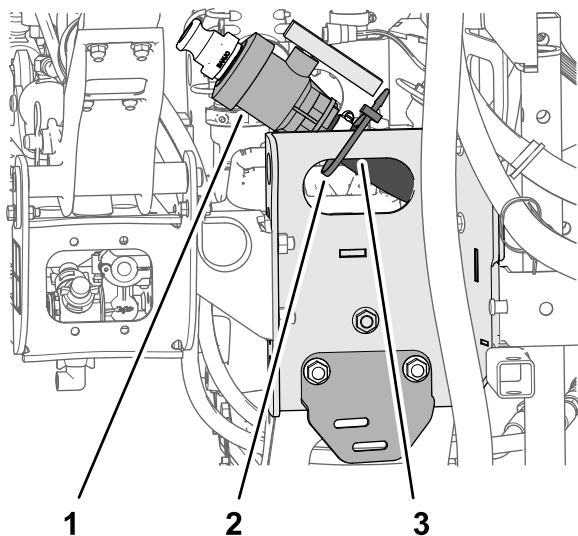

Figura 13
1. Retire a braçadeira de cabos que prende a válvula de drenagem e o tubo do depósito do pulverizador ao canal do patim (Figura 13).